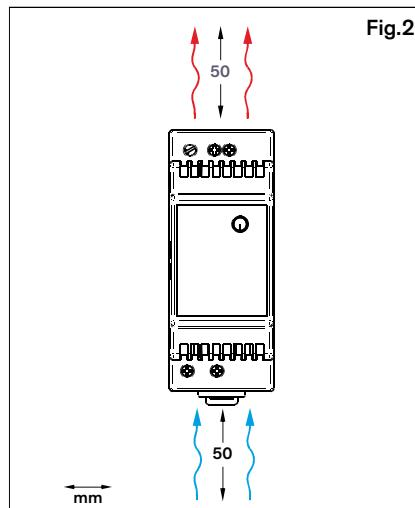

Fig.2
- Dev'essere garantito un sufficiente raffreddamento. Fig.2
- Следует обеспечить надлежащее охлаждение прибора. Fig.2
El dispositivo puede instalarse sobre carriles DIN de 35 mm, de acuerdo con las especificaciones de la norma DIN EN 50022. Es preciso cumplir los requisitos de provisión de un espacio de ventilación por encima y por debajo de la dispositivo. Fig.2
L'alimentatore può essere montato su una barra DIN da 35 mm conforme con le specifiche DIN EN 50022. Rispettare i requisiti relativi allo spazio di ventilazione che dev'essere presente sopra e sotto l'apparecchio. Fig.2